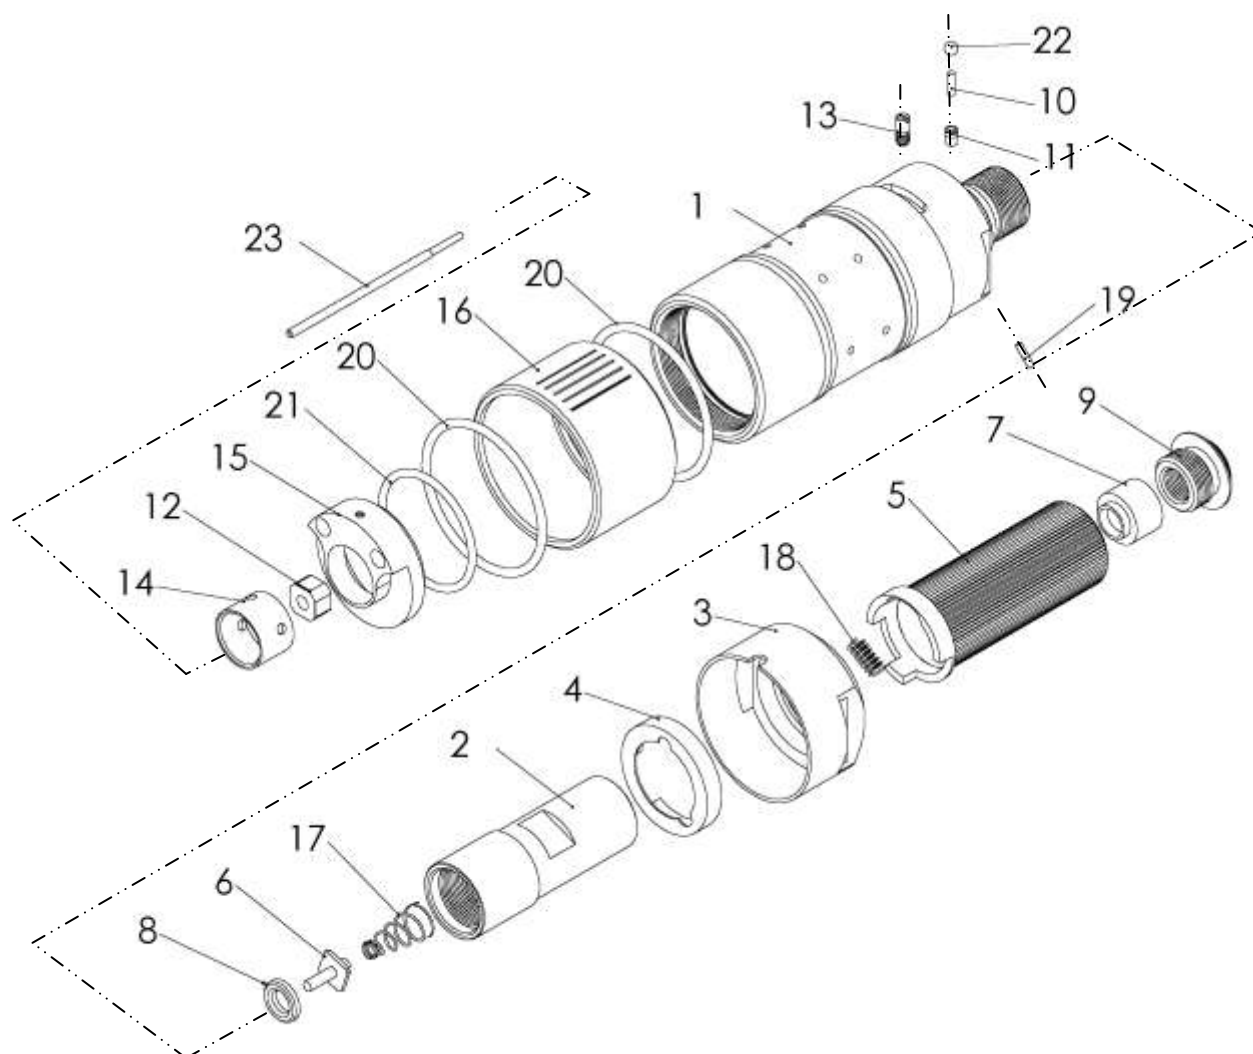

Рис. 3.
Поворотная рукоятка 5 (рис. 3), в целях обеспечения безопасности, снабжена устройством экстренной остановки вальцовочной машины. Так, например, если отпустить рукоятку в процессе работы, то машина мгновенно остановится, независимо от направления вращения шпинделя.
Струя отработанного воздуха, благодаря поворотной выхлопной втулке 16 (рис. 3), может быть направлена в любую сторону.
- Перед началом работы необходимо залить во входное гнездо 9 (рис. 3) пускового устройства 20...30 г масла И-20А и включить машину на 1...2 минуты вхолостую.
- Опробовать работу машины на холостом ходу. Включать и останавливать вальцовочную машину можно только поворотом рукоятки 5 (рис. 3). Изменять направление вращения шпинделя под нагрузкой нужно плавным поворотом рукоятки из одного крайнего положения в другое.